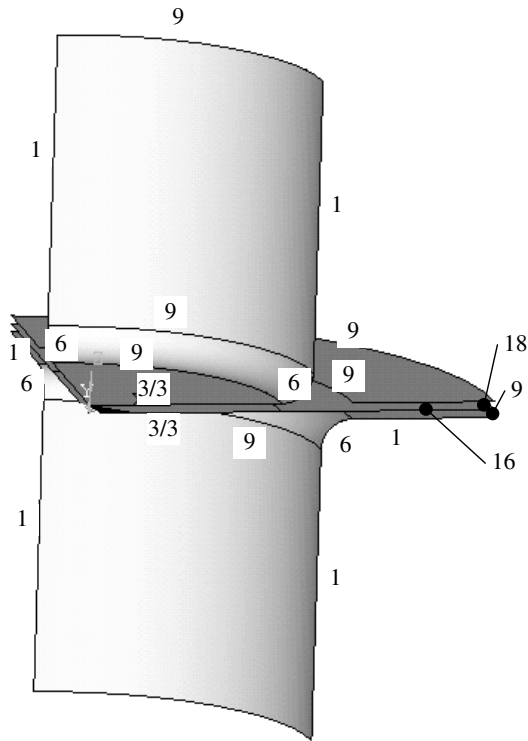

Рис.3
Полученная физическая модель должна иметь вид, подобный изображенному на рис.3. (числа на рисунке – количество КЭ на каждой линии).
- 2.6.2. Так как ANSYS/ED имеет ограничение по количеству КЭ, то рекомендации по разбиению сетки (параметр NDIV) приведены ниже (см. рис.3):